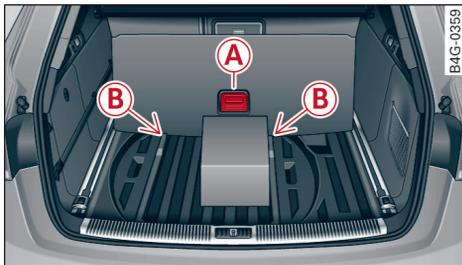

图 104 行李厢：翻起的行李厢装载地板
▶ 借助把手 **A** ⇨ 图 104 竖起行李厢装载地板，将其装载边插入开口 **B** 中。